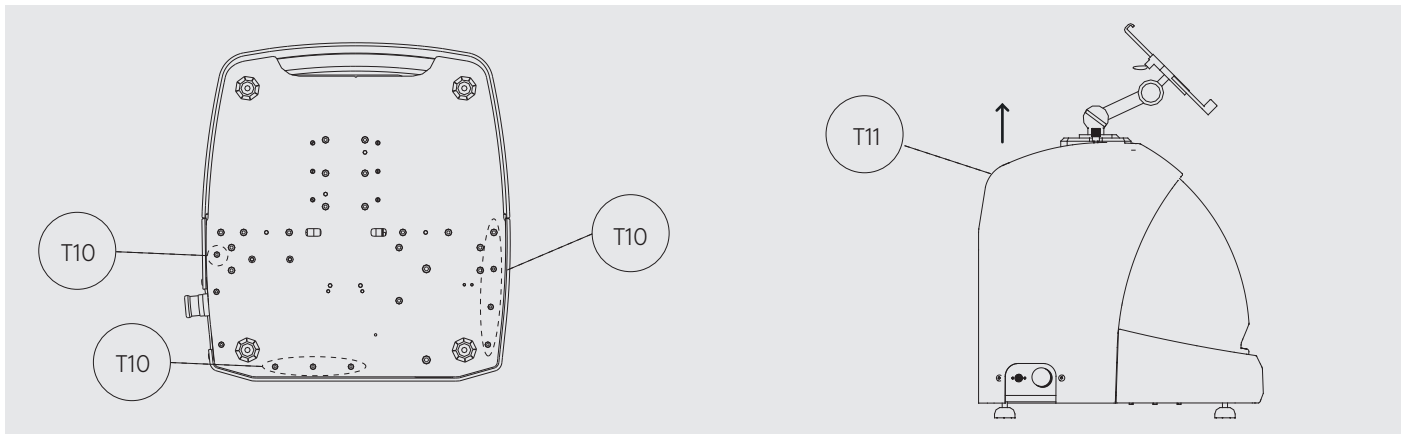

Fig.28
- 3) Soltar 7 tornillos (T10) con una llave allen de 3.(Fig.28)
- 3) Remove seven screws (T10) using a 3 mm Allen key (Fig. 28).